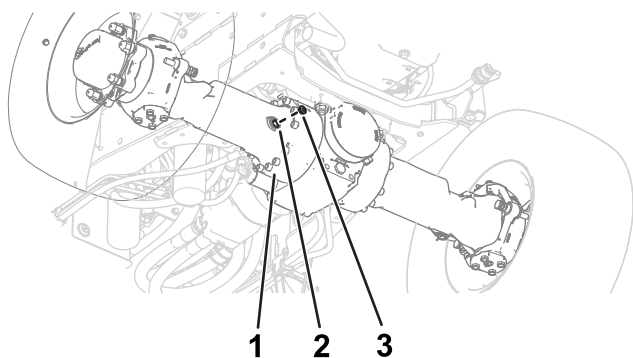
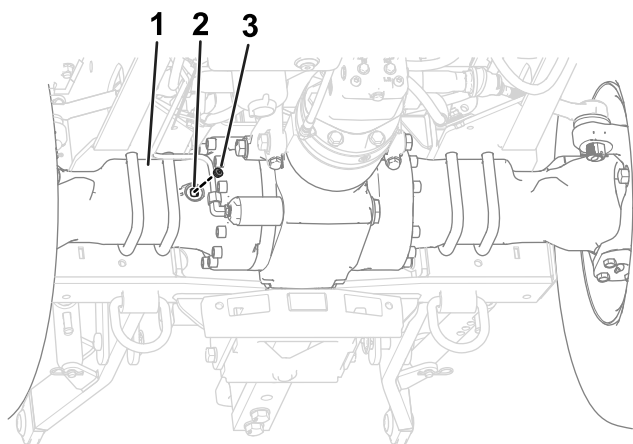

Figure 95
Figure 96
2. Enlevez les bouchons du regard dans le carter de différentiel du pont (Figure 95 et Figure 96).
3. Vérifiez par le regard que le niveau d'huile dans le pont atteint le bas du filetage de l'orifice (Figure 95 et Figure 96).
6. Insérez le bouchon dans le regard du carter de différentiel du pont (Figure 95 et Figure 96).
Remarque: Voir la Figure 96 pour l'emplacement du regard du pont arrière.